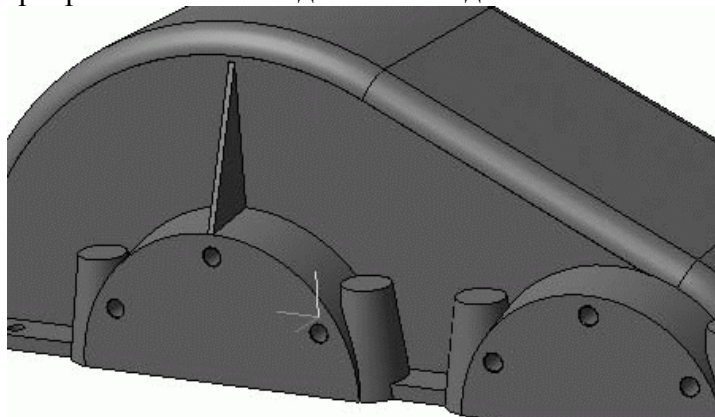

Рис. 3.101. Ребро жесткости
12. Создайте ребро жесткости (рис. 3.101). Над местом крепления крышек подшипника ведущего вала ребро жесткости создавать не надо.